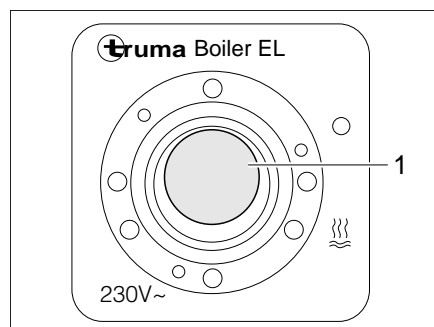

Bild 126 Kippschalter für Truma Boiler (230-V-Elektrobetrieb)
- Den Kippschalter (Bild 126,1) einschalten. Die Kontroll-Leuchte im Schalter leuchtet. Das Wasser im Boiler wird auf 65 °C aufgeheizt.
- Den Kippschalter (Bild 126,1) auf "○" stellen. Die Kontroll-Leuchte im Schalter erlischt.
- An der Bedieneinheit (Bild 125) den Drehschalter (Bild 125,3) auf "○" (Bild 125,4) stellen bzw. den Kippschalter (Bild 126,1) auf "○" stellen.